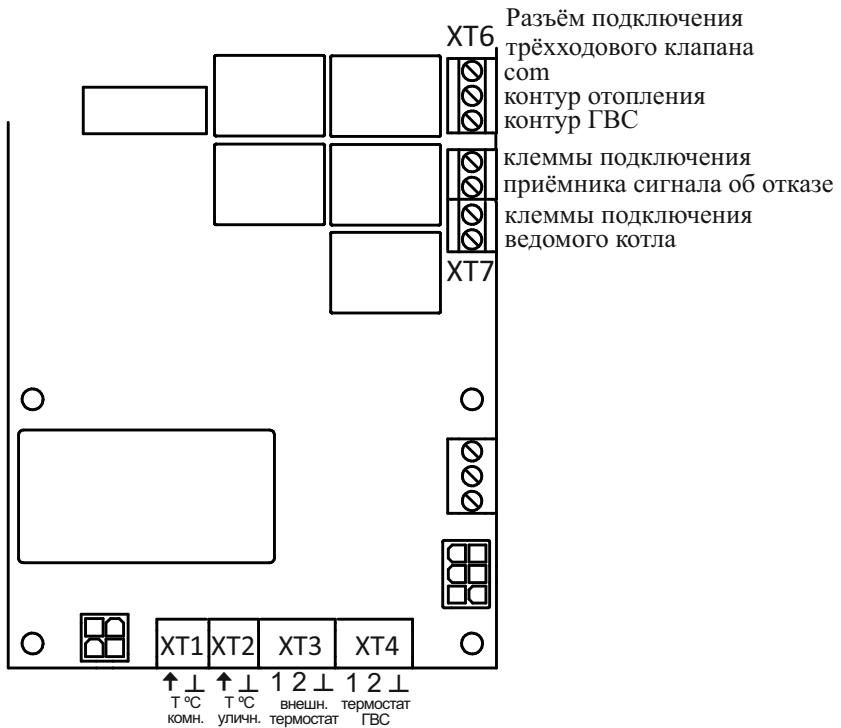

Рисунок 4.
4.5 Плата управления содержит винтовые зажимы для подключения как датчиков температуры воздуха, входящих в комплект прибора, так и других внешних устройств. Расположение разъёмов для подключения к прибору внешних устройств показано на рис. 4
4.5.3 Разъём XT3 предназначен для подключения внешнего термостата, ведущего котла или интеллектуальных термостатов MY HEAT GSM, MY HEAT SMART или их аналогов. Для включения нагрева крайние контакты разъёма (1 и ⊥) должны замкнуться, для отключения — разомкнуться. Трёхпроводной термостат следует подключить в соответствии с рис. 4. В случае применения нормально замкнутого (нагрев до размыкания) двухпроводного внешнего воздушного термостата (или ведущего котла), подключаемого к контактам 1 и 2, контакты 2 и ⊥ должны быть соединены перемычкой. Срабатывание термостата вызовет отключение нагрева.
4.5.4 Разъём XT4 предназначен для подключения устройства контроля температуры косвенного водонагревателя, например модуля ГВС EVAN AQUA. В качестве устройства может выступать трёхконтактный термостат (подключаемый в соответствии с рис. 4), нормально замкнутый (нагрев до размыкания) двухконтактный термостат (подключаемый к контактам 1 и ⊥) или NTC-датчик 10 кОм (подключаемый к контактам 2 и ⊥). В зависимости от температуры воды в косвенном водонагревателе производится переключение трёхходового электромагнитного клапана, подключенного к разъёму **XT6**, на подачу потока теплоносителя в теплообменник косвенного водонагревателя или обратно в контур отопления и изменение температуры уставки теплоносителя на максимально разрешенную (см. п. 7.4.2.5) или обратно на необходимую для нормальной работы системы отопления.